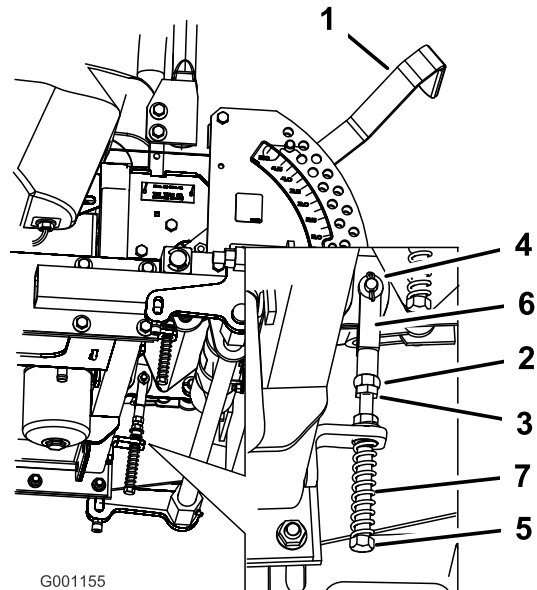

Bild 96
8. Sollte eine Einstellung erforderlich sein, lockern Sie die Mutter und die Klemmmutter gegen das Joch (Bild 96).
9. Drücken Sie den Fahrtriebshebel leicht nach hinten, drehen Sie den Kopf der Einstellschraube in die entsprechende Richtung, bis der Schaltbügel Schalthebel in der ARRETIERTEN NEUTRAL-Stellung zentriert ist (Bild 96).
10. Ziehen Sie die Mutter und die Klemmmutter an (Bild 96).